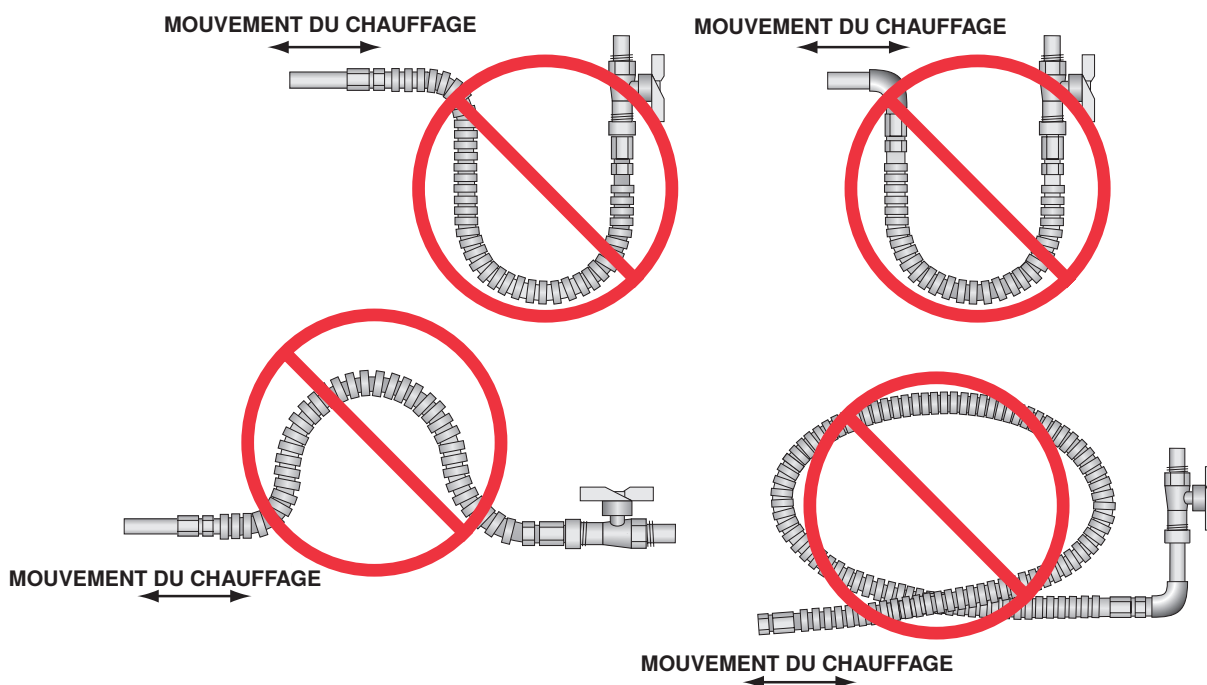

Figure 28. Connecteur de gaz flexible—installation incorrecte
1. Voir la Figure 28, qui montre les positions d'installation potentiellement incorrectes du connecteur de gaz flexible. Assurez-vous que le connecteur n'est installé dans aucune de ces positions.